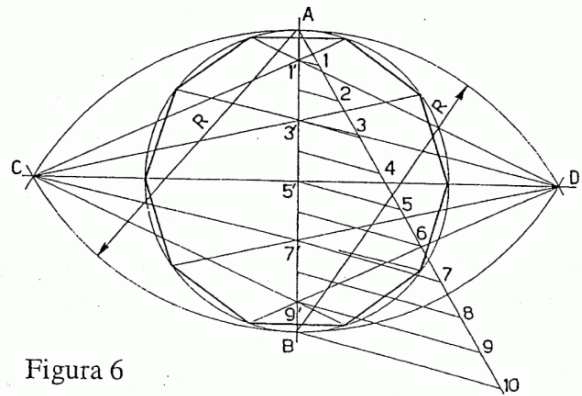

Figura 6
- Esercizio n.6 Dividere una circonferenza in un numero qualsiasi di parti uguali (Figura 6).